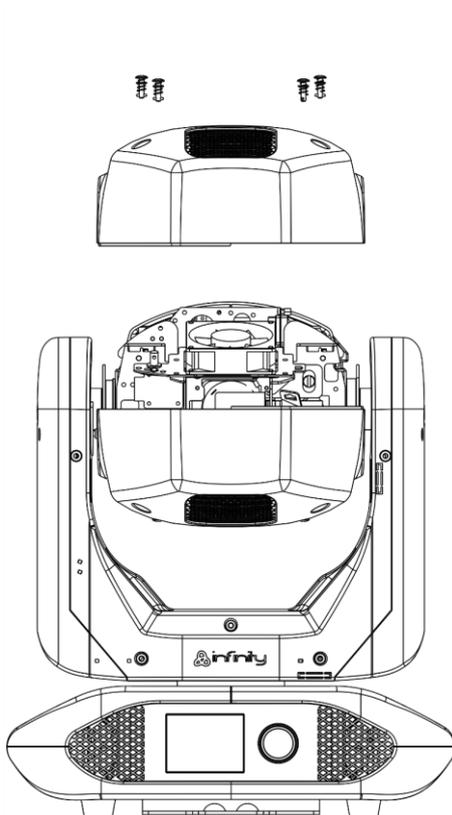

Abb. 07
- 02) Lösen Sie am Gehäuse die Exzentermutter mit einer Vierteldrehung und nehmen Sie die Abdeckung ab (Abb. 07).